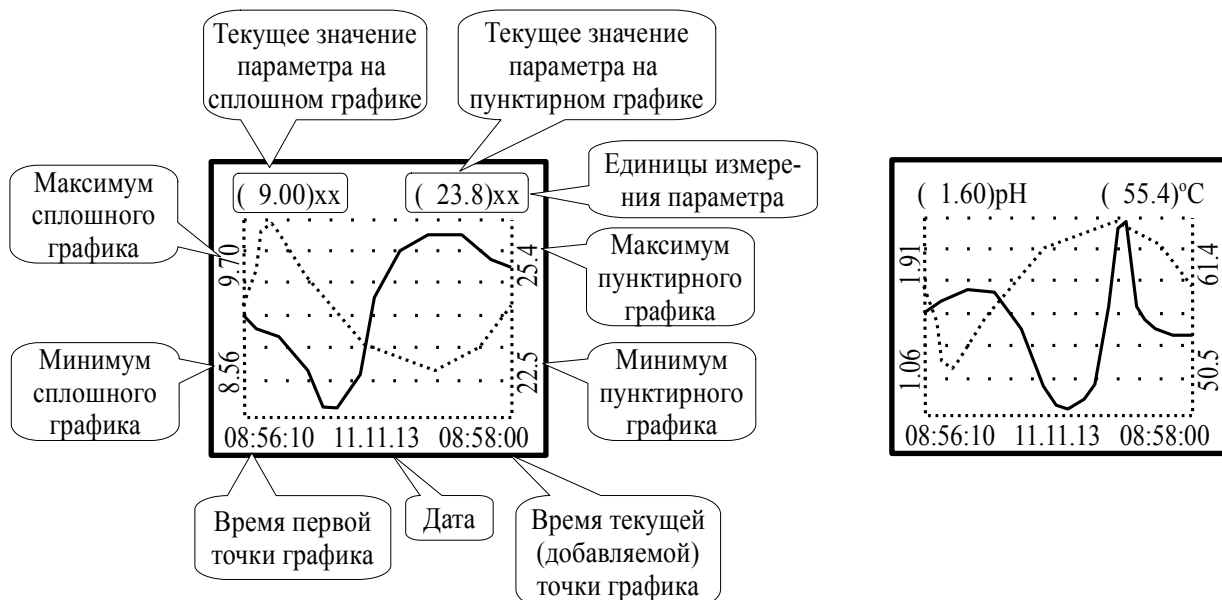

Рисунок 5 - Вариант отображения измеренных параметров в графическом виде
3.3.1.10 **Графики** - отображение измеренных значений основного параметра (pH, pH ОЧВ, ОВП или ЭДС) сплошной линией и температуры пунктирной линией в виде графика приведено на Рисунок 5.